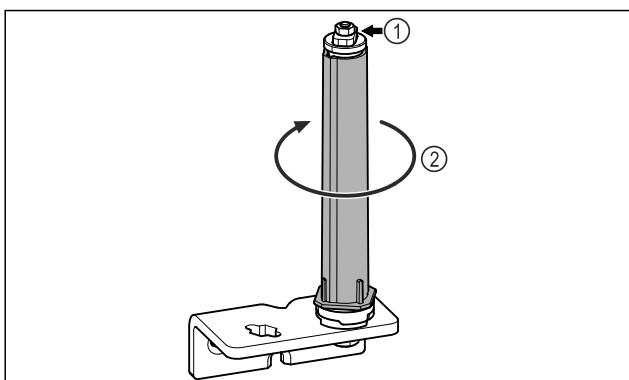

Fig. 23
► Neardykite durų uždarymo sistemos Fig. 23 (1).
- Sukite uždarymo sistemą Fig. 23 (2), kol ji užsifiksuos.